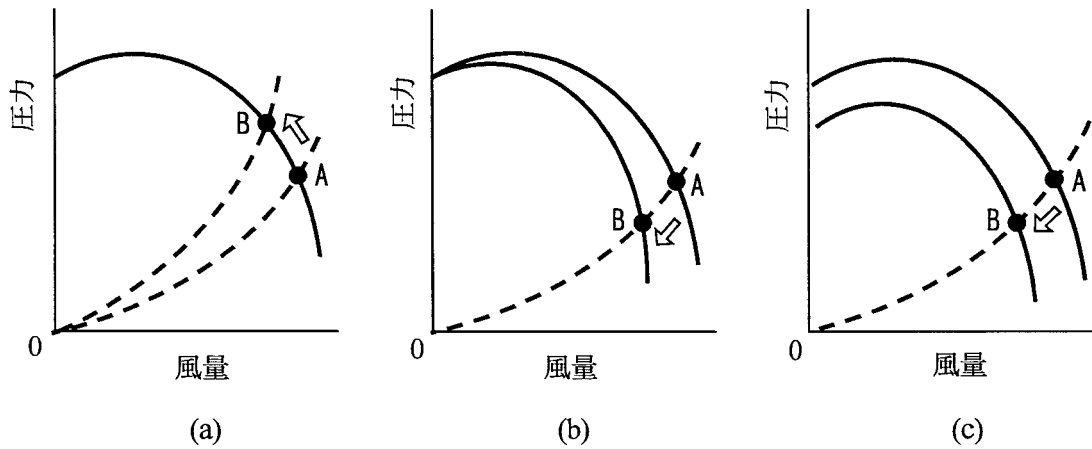

図3 各風量制御の概念
3) 図3は、送風機の風量制御において、吐出し管系の抵抗制御、吸込み管系の抵抗制御及び回転速度制御を用いてA点からB点に風量を絞るときの概念を示したものであり、実線が送風機特性曲線、破線が吐出し管系の抵抗曲線である。これらの制御の中で、風量を絞ったときの送風機の軸動力の低減率が最も劣るのは 制御であり、その風量制御の概念は図3の のように示される。